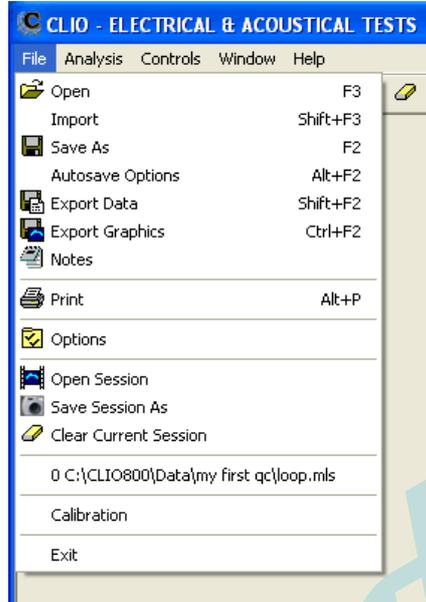

图4-14
1) [Files]菜单主要用于测试文档的新建、打开、保存、数据图档导入导出、打印以及软件的选项设置等，如图4-14。